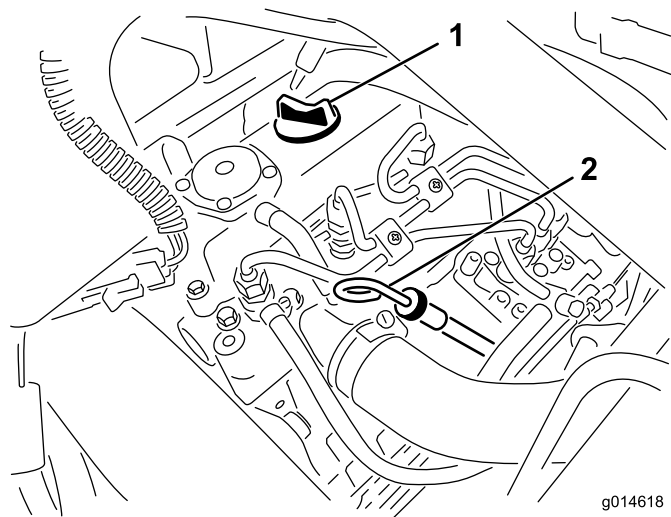

Figura 28
2. Retire a vareta e limpe-a com um pano limpo (Figura 28).